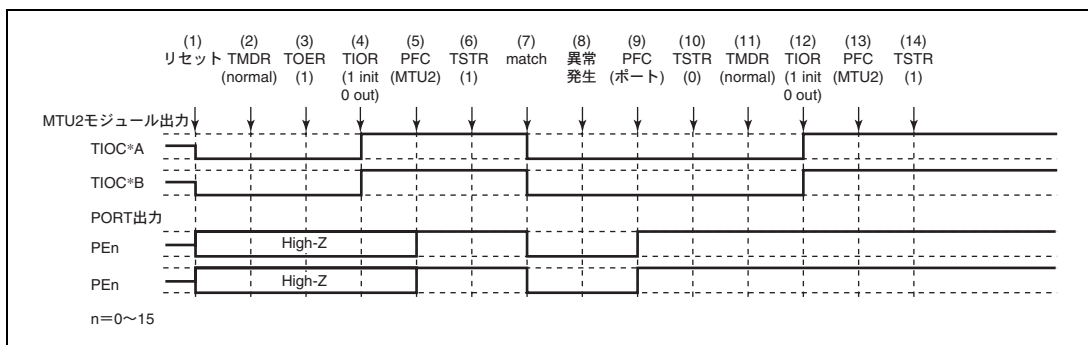

図 11.139 ノーマルモードで異常が発生し、ノーマルモードで復帰する場合
ノーマルモードで異常が発生し、再設定後ノーマルモードで再スタートする場合の説明図を図 11.139 に示します。
(1) ~ (10) は図 11.139 と共通です。
(11) PWM モード 1 を設定します。
(12) TIOR で端子を初期化してください (PWM モード 1 では TIOC*B 側は初期化されません。初期化したい場合はノーマルモードで初期化した後、PWM モード 1 に遷移してください)。
(13) PFC で MTU2 出力としてください。
(14) TSTR で再スタートします。
(11) PWM モード 2 を設定します。
(12) TIOR で端子を初期化してください (PWM モード 2 では周期レジスタの端子は初期化されません。初期化したい場合にはノーマルモードで初期化した後 PWM モード 2 に遷移してください)。
- (1) ~ (10) は図 11.139 と共通です。
- (11) 位相計数モードを設定します。
- (12) TIOR で端子を初期化してください。
- (13) PFC で MTU2 出力としてください。
- (14) TSTR で再スタートします。
(11) TIOR でノーマルモードの波形生成部を初期化してください。
(12) TIOR でノーマルモードの波形生成部の動作を禁止してください。
(13) TOER でチャンネル 3、4 の出力を禁止してください。
(14) TOCR で相補 PWM の出力レベルと周期出力の許可禁止を選択してください。
(15) 相補 PWM を設定します。
(16) TOER でチャンネル 3、4 の出力を許可してください。
(17) PFC で MTU2 出力としてください。
(18) TSTR で再スタートします。
(1) ~ (13) は図 11.139 と共通です。
(14) TOCR でリセット同期 PWM の出力レベルと周期出力の許可禁止を選択してください。
(15) リセット同期 PWM を設定します。